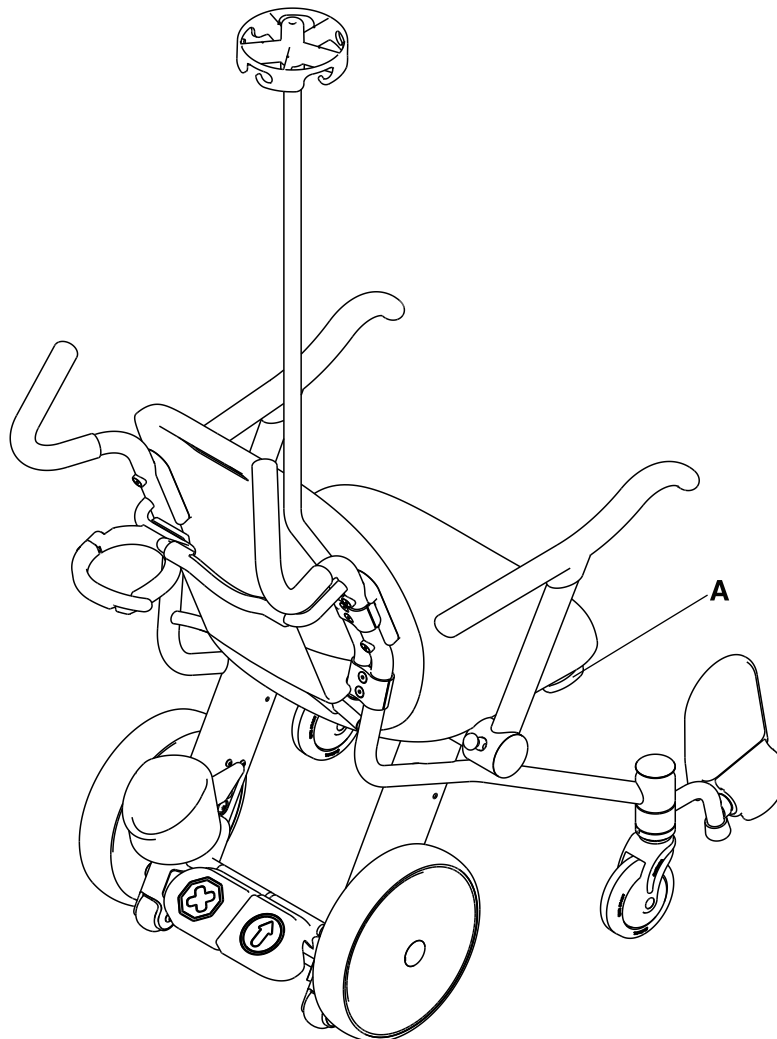

Abbildung 3-14: Lage des Hakens für Urinkatheterbeutel
**So wird ein Urinkatheterbeutel an den optionalen Haken für Urinkatheterbeutel gehängt:** Den Haken am Urinkatheterbeutel über den optionalen Haken für Urinkatheterbeutel (A) hängen (Abbildung 3-14 auf Seite 3-27). Sicherstellen, dass der Urinkatheterbeutel sicher befestigt ist.